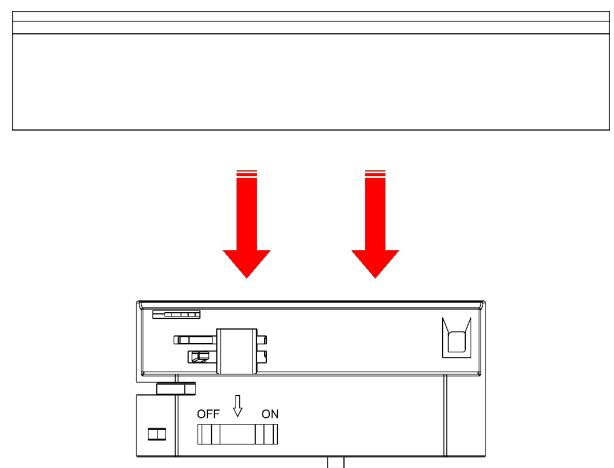

Fig. 13
- 05) Estrarre l'**adattatore del binario (01)** dal binario (vedere Fig. 13).